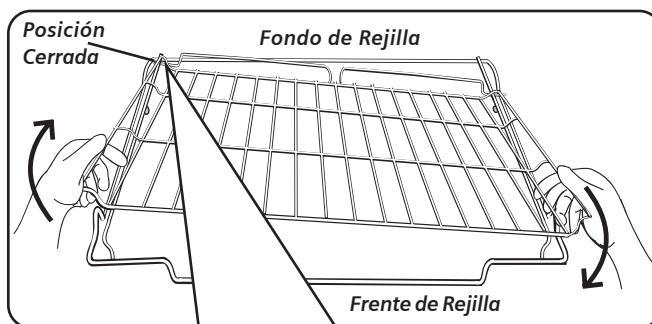

Figura 2 - Desarmar la rejilla
**Las dos secciones de la rejilla se desarman para facilitar la limpieza.** Para hacerlo, coloque la rejilla sobre una superficie plana en la posición cerrada con el lado superior hacia arriba. Jale el frente de la rejilla hacia arriba y gire un lado hacia Ud. hasta que salga del tope (bola). Jale la rejilla y sáquela con el lado girado primero (Vea Figura 2).